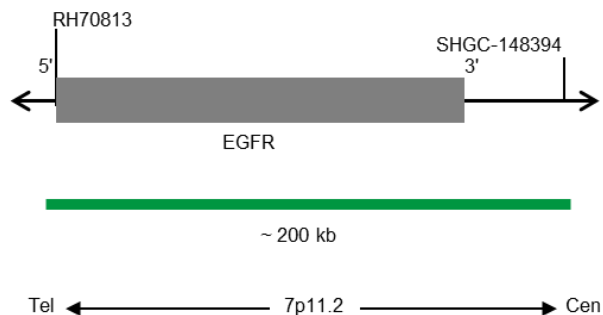

Abb. 1: SPEC EGFR Sondenlokalisierung (nicht maßstabsgetreu)
- Digoxigenin-markierten Polynukleotiden (~1,1 ng/μl), die gegen Sequenzen in 7p11.2* (chr7:55,082,262-55,278,647) gerichtet sind, welche die EGFR-Genregion enthalten (siehe Abb. 1).